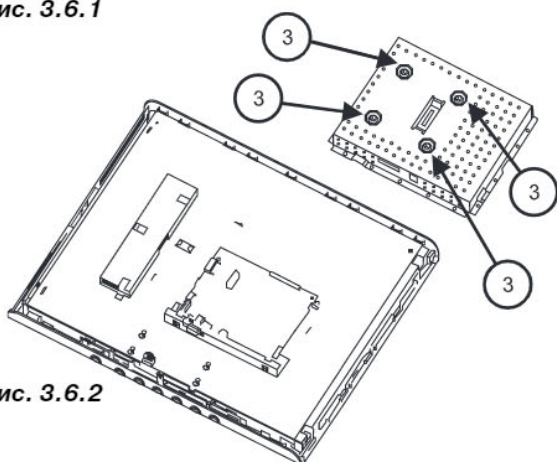

Рис. 3.6.2
- выкручивают четыре винта 3 (рис. 3.6.2) и снимают защитный металлический экран;